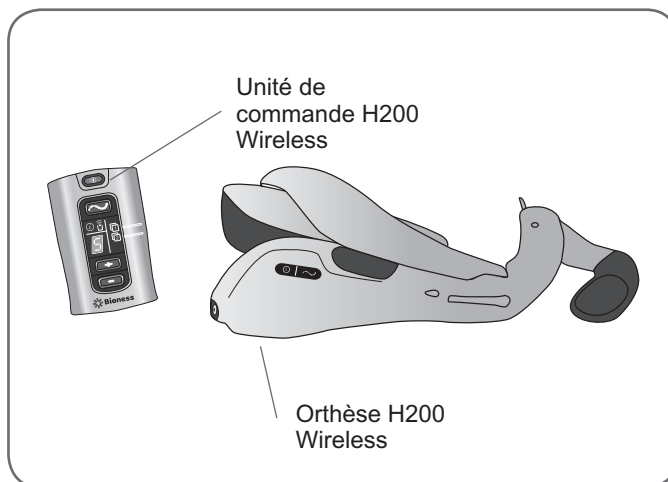

Figure 12-1 : Placement des composants à enregistrer les uns à côté des autres.
2. Placez les composants à enregistrer les uns à côté des autres sur une table mais sans les faire se toucher. Reportez-vous à la Figure 12-1.